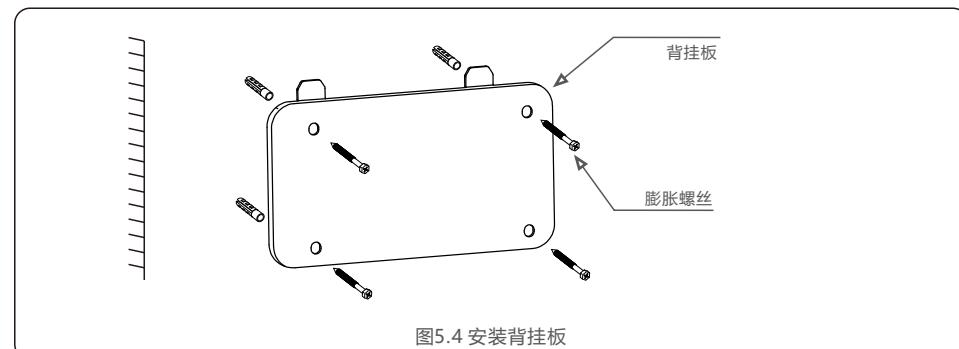
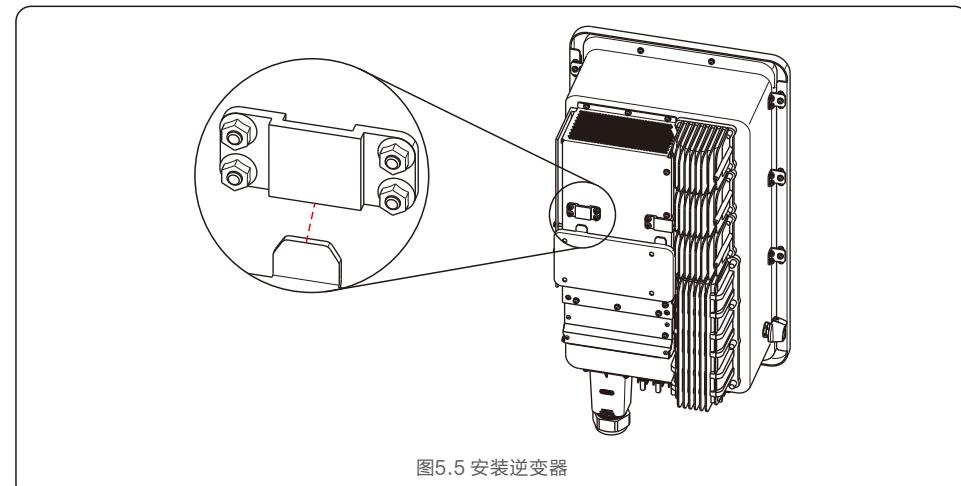

图5.4 安装背挂板
图5.5 安装逆变器
参考图 5.4 以及图 5.5 来安装逆变器。逆变器必须垂直安装。安装步骤如下：
2. 确保支架是水平的, 安装孔 (如图5.4) 是正确标记的。通过标记处钻入墙。